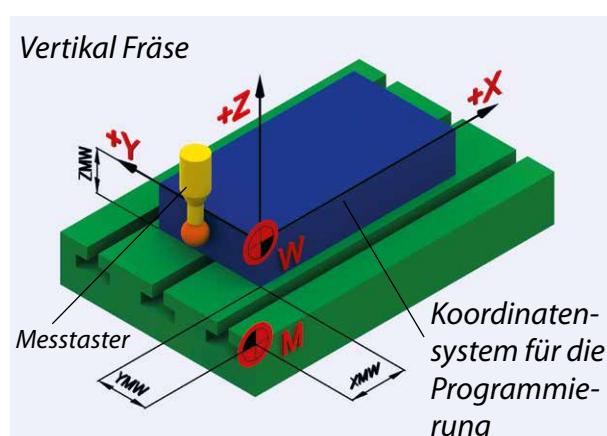

Abbildung 6
Werkstücknullpunkt (W) (Abb. 6 u. 7):